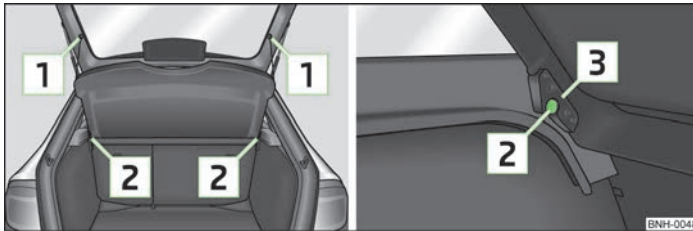

Abb. 41 Gepäckraumabdeckung ausbauen
- Die Haltebänder **1** » Abb. 41 aushängen.
- Die Aufnahmen an der Abdeckung **3** » Abb. 41 über die Halterungen **2** an der Seitenverkleidung stellen.
- Die Aufnahmen der Abdeckung **3** » Abb. 41 müssen in den Halterungen der Seitenverkleidung **2** eingerastet sein.